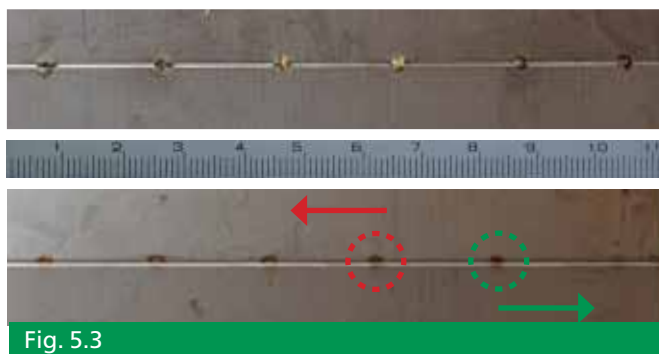

Fig. 5.3
- Kantforskydning må ikke forekomme, da den reelle godstykkelse ved fikseringen herved bliver mindre. Eksempelvis vil en forskydning på 0,4 mm mellem 2 stk. Ø 3" mejerirør betyde, at den reelle godstykkelse på 1,6 mm vil være reduceret til kun 1,2 mm! Hvis kantforskydning ikke kan undgås, skal energimængden (tid og strøm) reduceres væsentligt, for at undgå for stor misfarvning. Fig. 5.3
Fig. 5.3 viser top- og rodside i 1,5 mm plade, fikseret med kantforskydning fra 1-0 mm i pladens længderetning. Misfarvning isoleret til den ene plade skyldes den i praksis "mindre" godstykkelse pga. kantforskydning. Værdier jf. fig. 6.1 bør reduceres til den "ny" godstykkelse. (Alle fikseringer på billedet er udført med samme "høje" værdi).